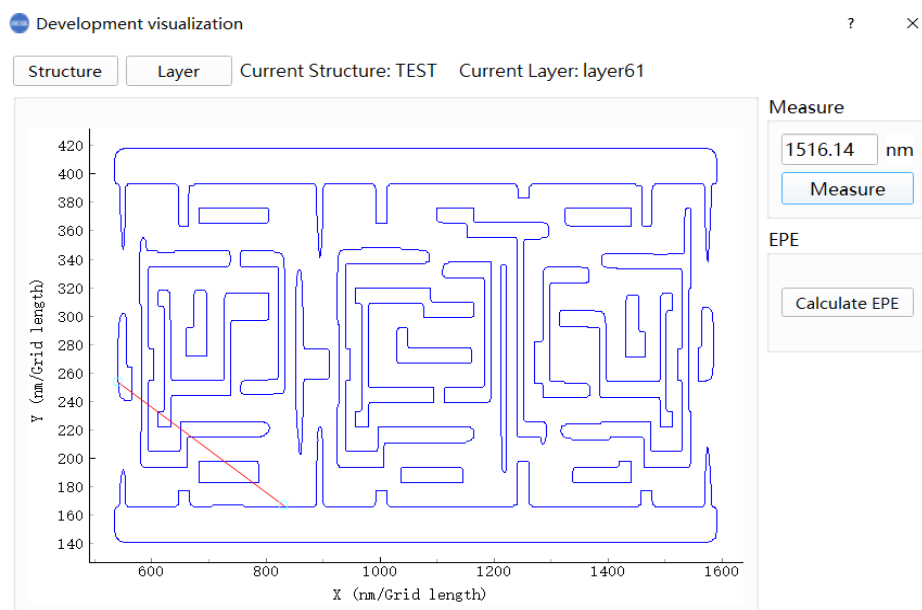

图 3.2.7 测量两点间的距离
(14)点击“Measure”会在界面左边中心出现两个点，移动这两个点后再点击“Measure”就会显示两点间的间距。每次移动后点击“Measure”就会显示两点间的差距（如图 3.2.7）